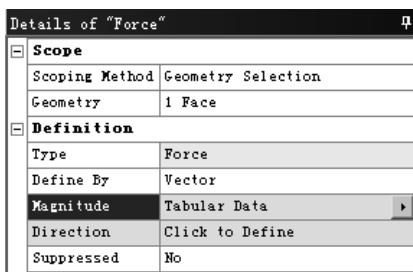

图 4.2.16 “ Details of ‘ Force ’”对话框 (二)
- Tabular (Time)** 选项：选中该选项，用于定义一个表格类型载荷，此时的对话框如图 4.2.16 所示，在图 4.2.17 所示的 Tabular Data 数据表（一）中定义表格数据。